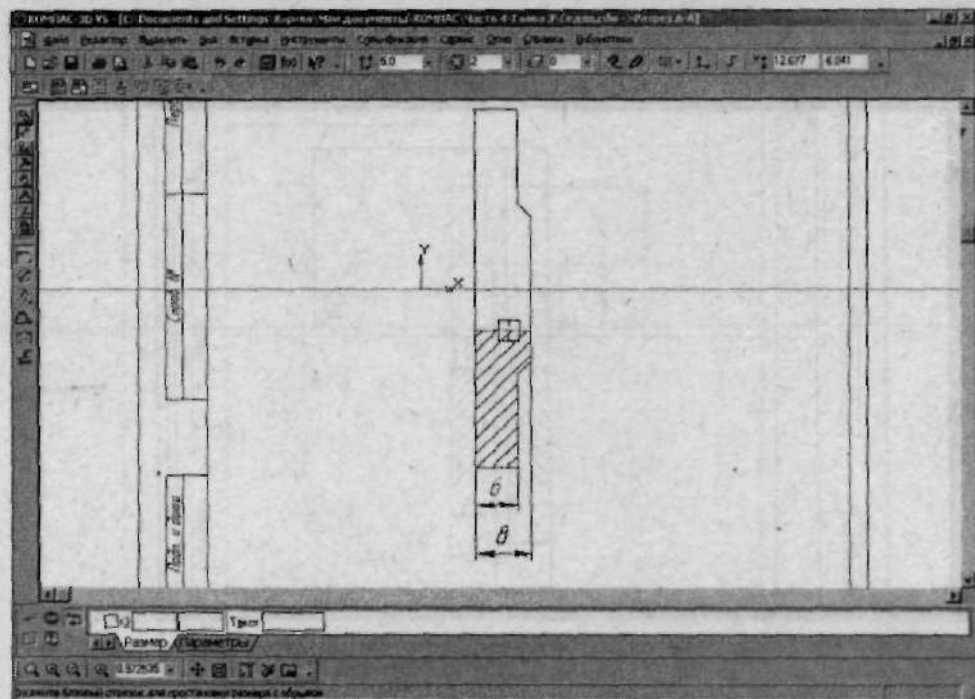

Рис. 4.36. Чтобы нанести размер, укажите нужный элемент
7. Укажите элемент, размер которого вам необходимо поставить (рис. 4.36), и щелкните левой кнопкой мыши.